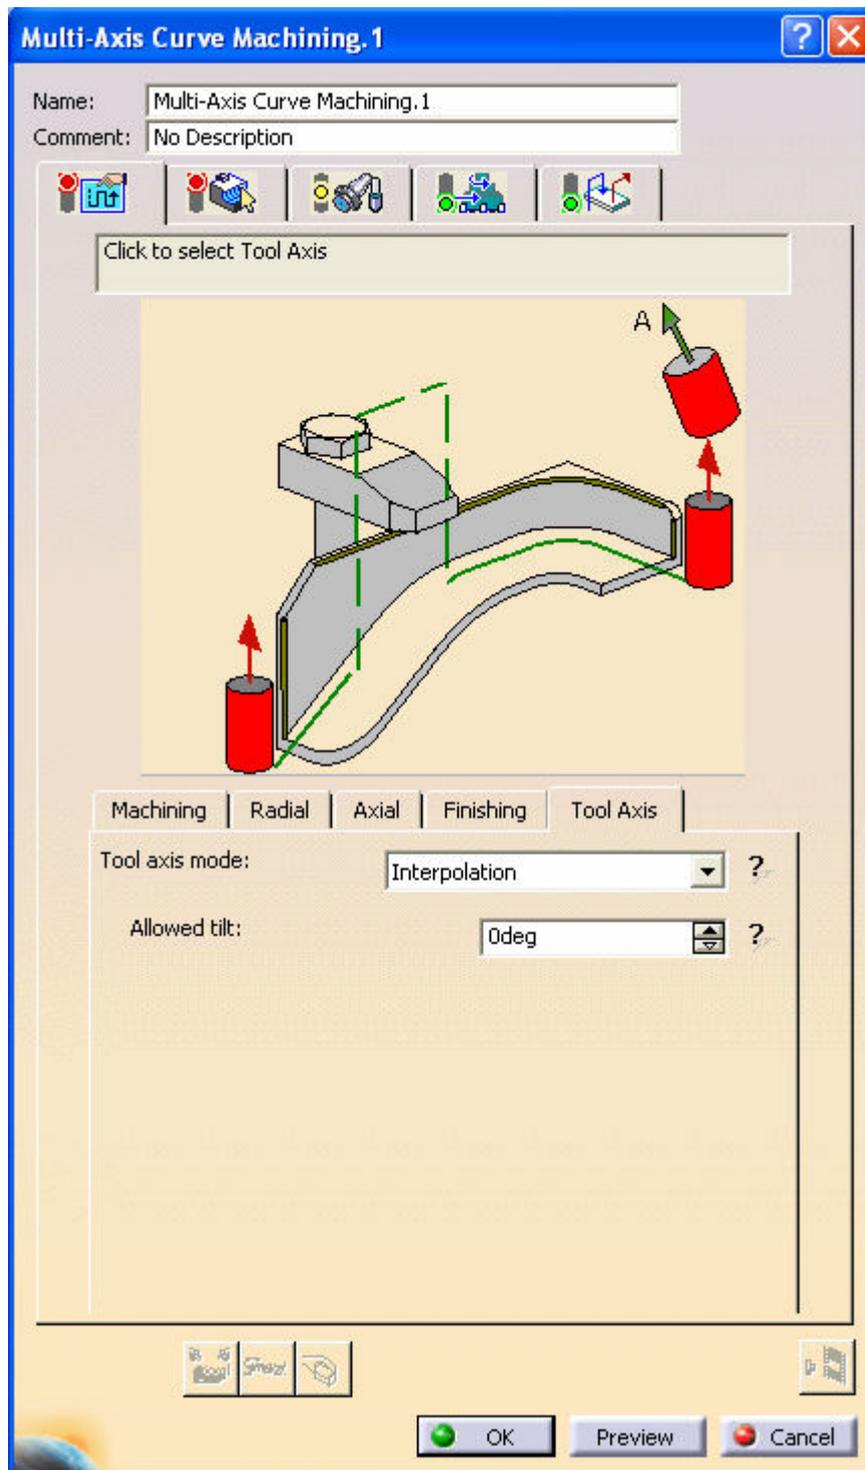

Figura A. 9. Configuración de "Surface Machining" : definición de la orientación de la herramienta.
- A continuación abrimos la primera pestaña donde estableceremos la orientación de la herramienta durante la trayectoria definida anteriormente. En nuestro caso se desea que la orientación se realice interpolando entre las direcciones del punto inicial y final del corte; para ello hay que elegir en el campo *Tool axis mode* la opción *Interpolation* dentro de la pestaña *Tool Axis* (*figura A.9*).
- A estas alturas ya se ha seleccionado la orientación de la herramienta en origen del corte. Para elegir dicha orientación al final del mismo, el proceso será idéntico utilizando el otro de los ejes de color de rosa de la *figura A.9*.